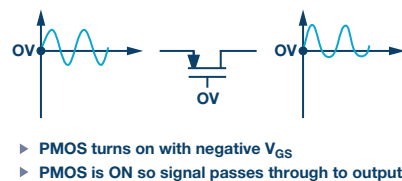

图2. 电源接地时的过电压信号
2. 如果电源接地，PMOS器件将在负 V_{GS} 下接通，开关将把削减的信号传至输出端，这可能会损坏同样未上电的下游器件(参见图2)。注：如果有二极管连接至电源，它们将发生正向偏置，把信号削减为+0.7 V。